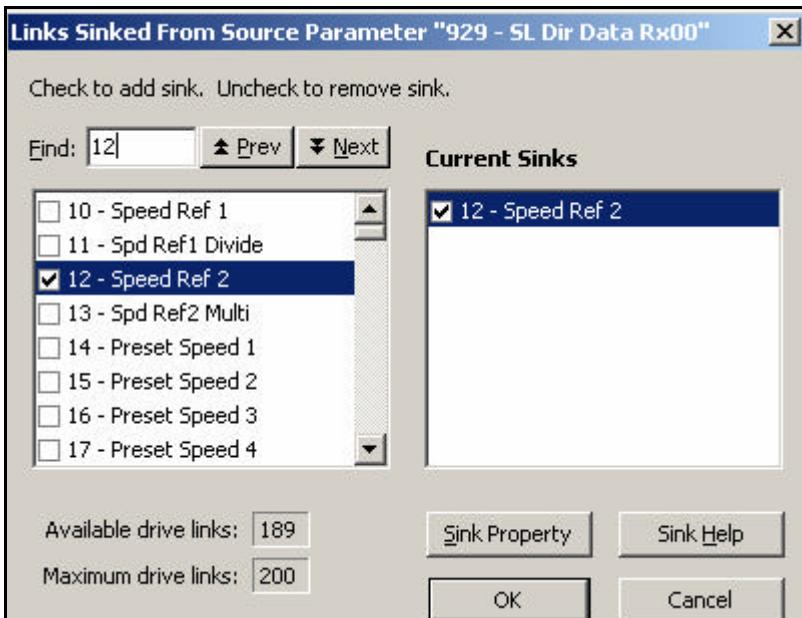

图 6-35 配置 Direct Word-0
23) 在 Direct Word-0 一项中，选择 Real 作为 Type。然后在 Used By Parameter 中，点击 ，选择参数 12[Speed Ref 2]，此时设定了参数 12[Speed Ref 2]来使用 Direct Word 0 接收的数据。2# 变频器的 Direct Word-0 接收 #1 变频器的 Direct Word-0 发送出的数据。上述设定的含义是 #2 变频器将来自手轮的速度反馈值作参数 12[Speed Ref 2]的速度给定值。参数设置如图 6-35 所示。